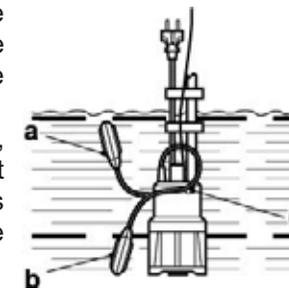

Fig. 4
- > Le flotteur [7] démarre l'appareil lorsque l'eau est à un niveau donné (dit niveau de démarrage (Fig. 4, a)). La pompe fonctionne en continu jusqu'à ce que l'eau descende à un niveau donné (dit niveau d'arrêt), puis le flotteur [7] éteint l'appareil (Fig. 4, b).
- > La hauteur des niveaux de démarrage et d'arrêt automatique de la pompe se règle selon certains paramètres, en ajoutant ou en enlevant de la longueur au câble de l'interrupteur à flotteur [9]. Le câble du flotteur [8] s'attache simplement grâce à l'attache-câble [9] (Fig. 4, c).